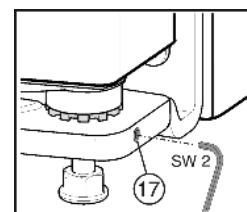

Fig. 12
- ▶ Navojni zatič *Fig. 12 (17)* malo odvijte (maksimalno en obrat!).
- ▶ Znova privijte navojni vijak *Fig. 12 (17)*, da pritrdite ležajni sornik.